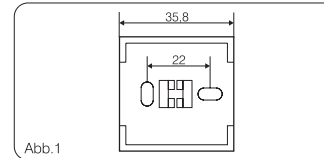

Abb.1
- Wandmontage auf Kunststoffsockel (Abb. 1) und Klemmen- Abdeckkappen (im Lieferumfang enthalten)